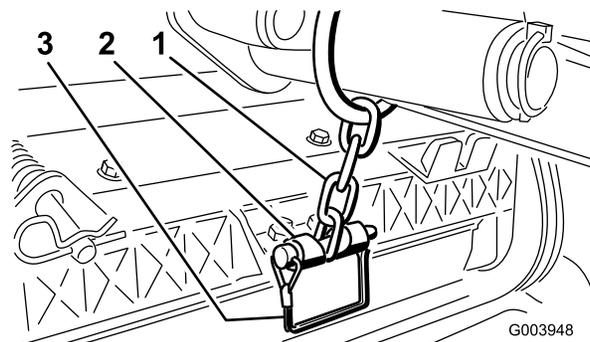

**Figura 11**
- A. Togliete l'acciarino e la rondella che fissano l'albero di articolazione al braccio di sollevamento ed estraete l'albero dal braccio di sollevamento (Figura 11).
C. Inserite l'albero del braccio di sollevamento nel braccio di sollevamento, e fissatelo con la rondella e l'acciarino (Figura 11).